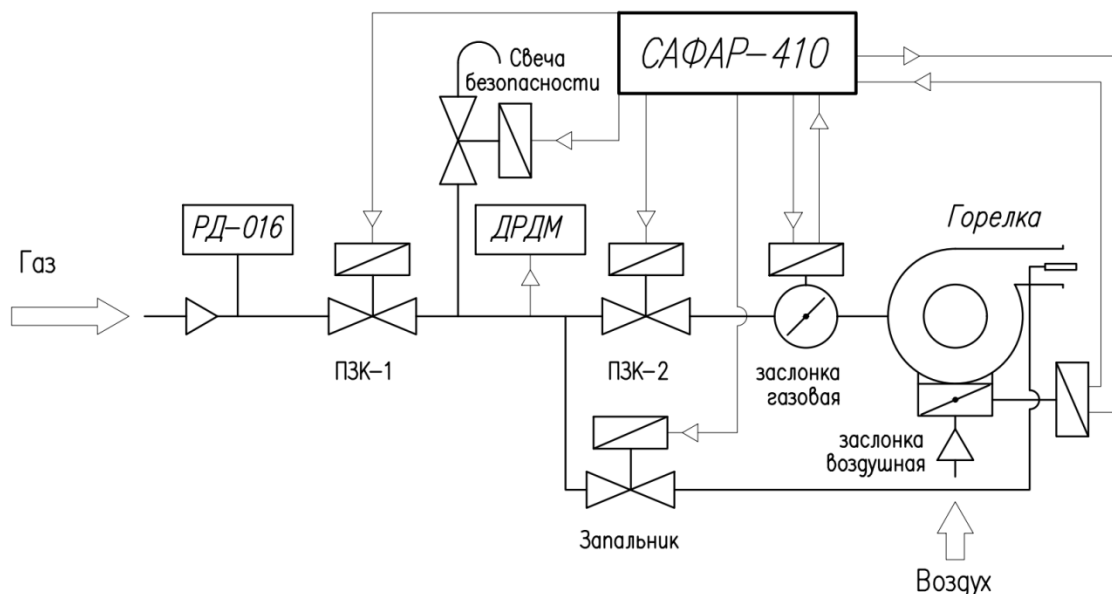

Рисунок 1.15 - Функциональная схема контроля герметичности блока клапанов с запальником и свечой безопасности.
3. Контроль герметичности. Проводится во время вентиляции. Открывается кратковременно ПЗК-2 (Рисунок 1.15) на 2,5 секунды для соединения с атмосферой – в зависимости от состояния горелки возможен сброс межклапанного объема газа через горелку в пределах допустимого по ГОСТ 34317-2017 (ЕН 1643:2014) п.7.101.2.- 0,083 % от номинального часового расхода потребляемого горелкой газа. (см. Приложение 11). Выдерживается время Тпзк1 (по умолчанию 30 с) , за это время контролируется состояние реле контроля герметичности ДРДМ – настроен на 50 % давления перед ПЗК-1. Если реле перейдёт за счет натекания газа через ПЗК-1 в активное состояние в виде замыкания контактов, выдаётся блокировка о негерметичности отсечного клапана ПЗК-1. Если контакты реле остались в разомкнутом положении контроль герметичности переходит на 2 этап.